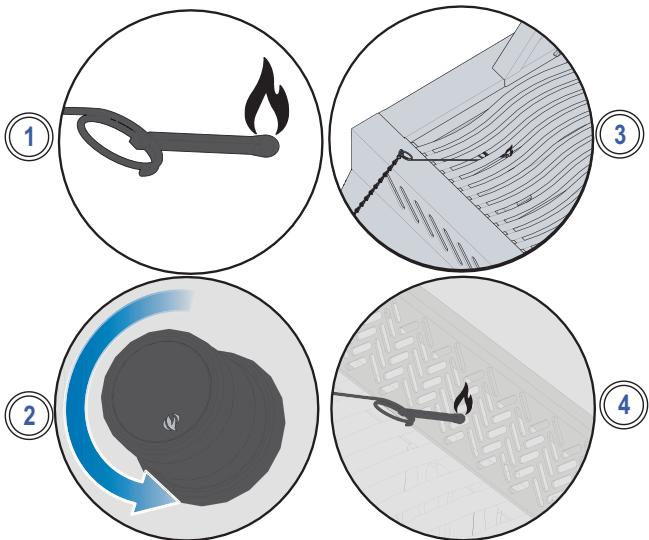

Рис.3
5. Поворачивая соответствующую ручку управления горелкой в положение максимум. (**Рис. 3**).